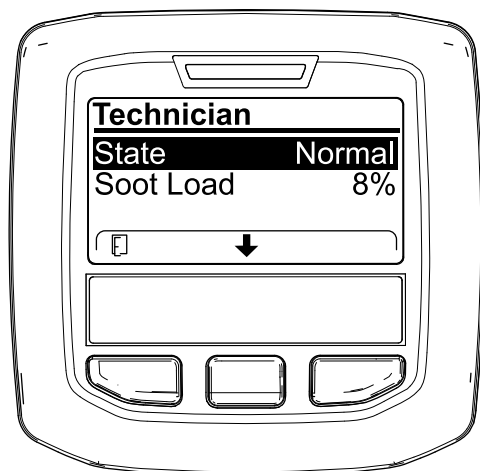

Figura 42
- Utilice la tabla de funcionamiento de DPF para comprender el estado actual del funcionamiento del DPF (Figura 42).